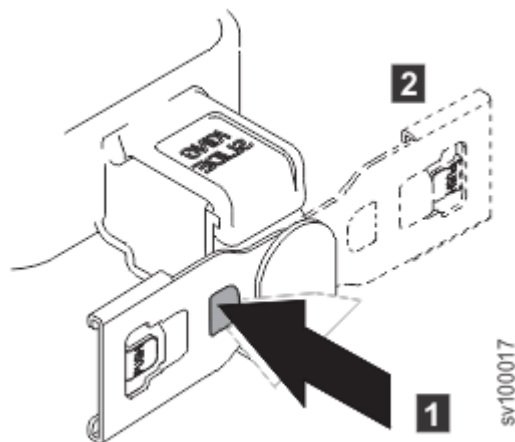

Figura 27. Revertendo a orientação do conjunto
- a) Pressione o botão marcado "PUSH" em Figura 27 na página 25.